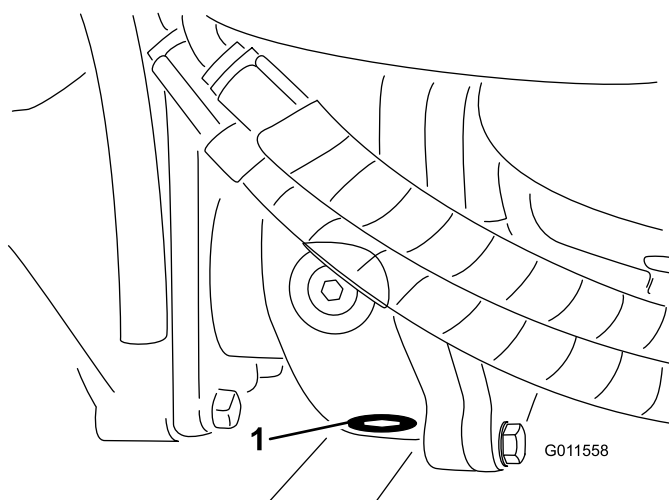

Figure 66
5. Nettoyez la surface autour du bouchon de vidange au bas du boîtier d'engrenages (Figure 66).